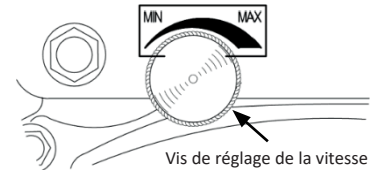

Fig. 15
**TOURNER LA VIS DE RÉGLAGE DE LA VITESSE (FIG. 15)**